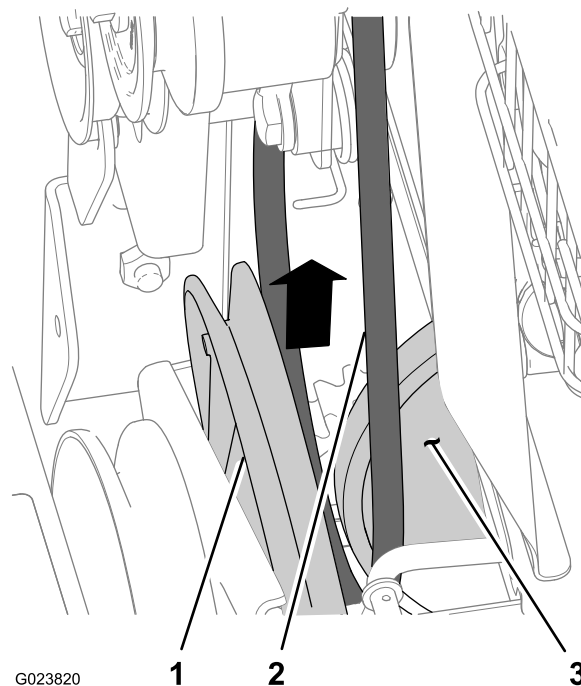

Figure 42
6. Déchaussez la courroie de déplacement de la gorge dans la poulie de déplacement et faites-la passer entre la poulie et la roue de friction (Figure 42).
1. Alignez la courroie de déplacement entre la roue de friction et la poulie de déplacement (Figure 42).